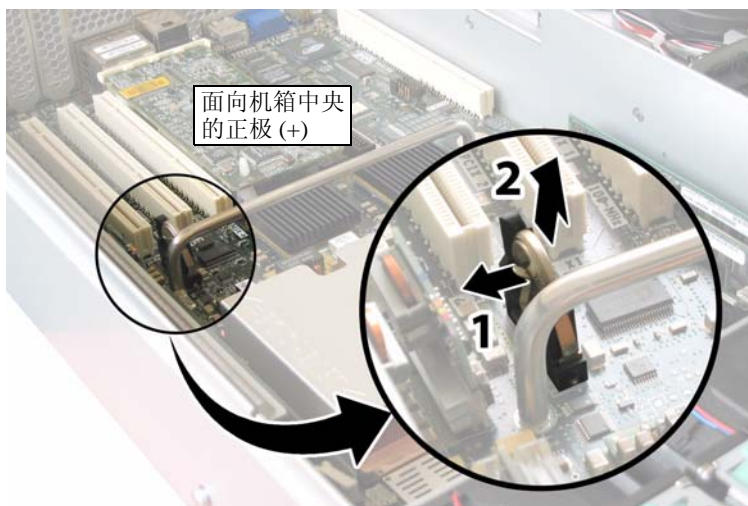

图 4-6 拆卸电池
4. 轻轻将固定夹拉离电池正面，向上垂直提拉电池并取出电池。请参见图 4-6。